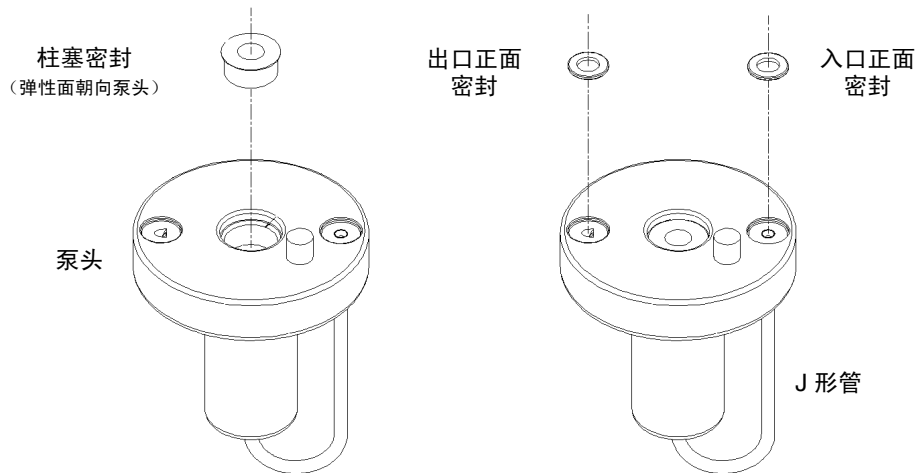

图 7-3 柱塞和正面密封方向
**注意：**要确保最佳性能，请在执行检修时更换泵头中的柱塞密封。请在更换柱塞密封两次或三次后更换正面密封（请参阅图 7-3）。
2. 使用密封移除工具的塑料端将柱塞密封从泵头移除（图 7-3）。
4. 将新柱塞密封放到密封插入工具上，弹性面背对工具。将工具的尖端插入泵头中的柱塞密封口（请参阅图 7-3），然后稳固推进以安装密封。
2. 将压缩空气注入正面密封中心，或使用塑料钳将入口和出口的正面密封从泵头的密封口中移除（图 7-3）。